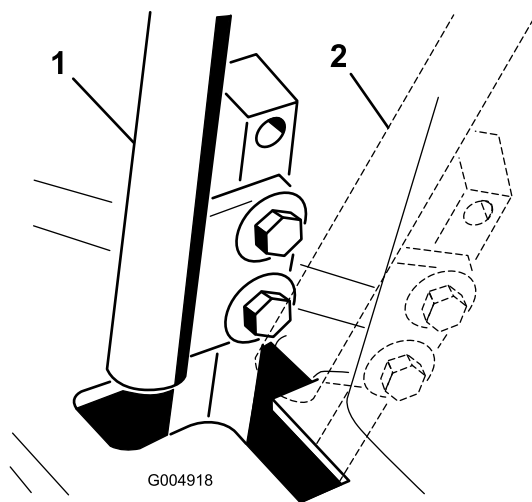

Figura 85
4. Mueva la palanca de control a la posición de PUNTO MUERTO, pero **no a la posición de bloqueo** (Figura 85).
6. Compruebe la posición de la palanca de control con relación a la muesca de la consola (Figura 85).